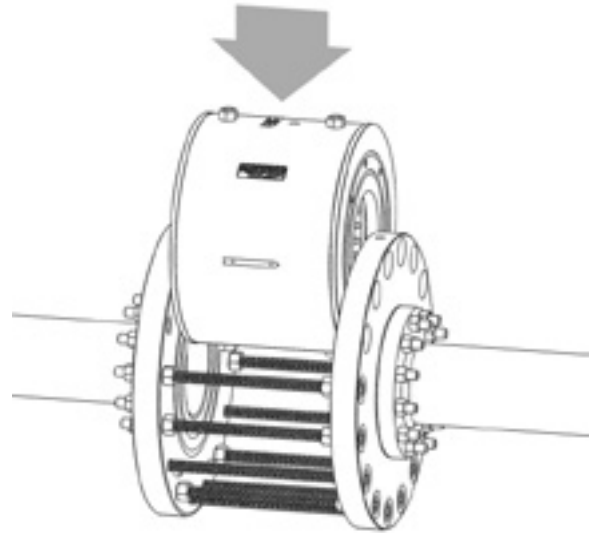

Abbildung 21 – Tauschen Sie die Rumpfbaugruppe in der Leitung aus.
17. Tauschen Sie die Rumpfbaugruppe in der Leitung aus, wie in Abbildung 21 unten gezeigt. Achten Sie darauf, den O-Ring nicht zu beschädigen, wenn die Rumpfbaugruppe zwischen die Leitungsflansche gleitet.